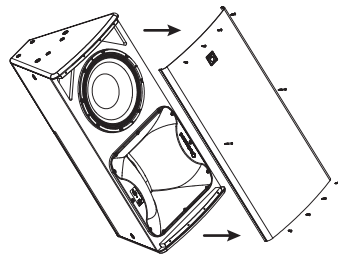

Fig. 1
2. Quite los 10 tornillos posi-drive que sujetan la rejilla en su lugar y déjela a un lado (fig 1).
14. Vuelva a colocar la rejilla (fig. 1) y compruebe por fases el gabinete antes de usarlo.